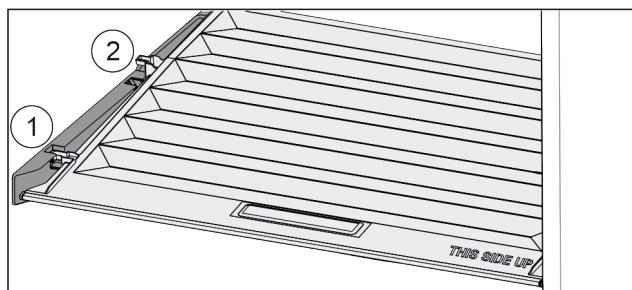

Fig. 34
- Trekk dekselet til åpningen i holdedelene fremover Fig. 34 (1).
- Loft ut nede bak og ta opp og ut Fig. 34 (2).